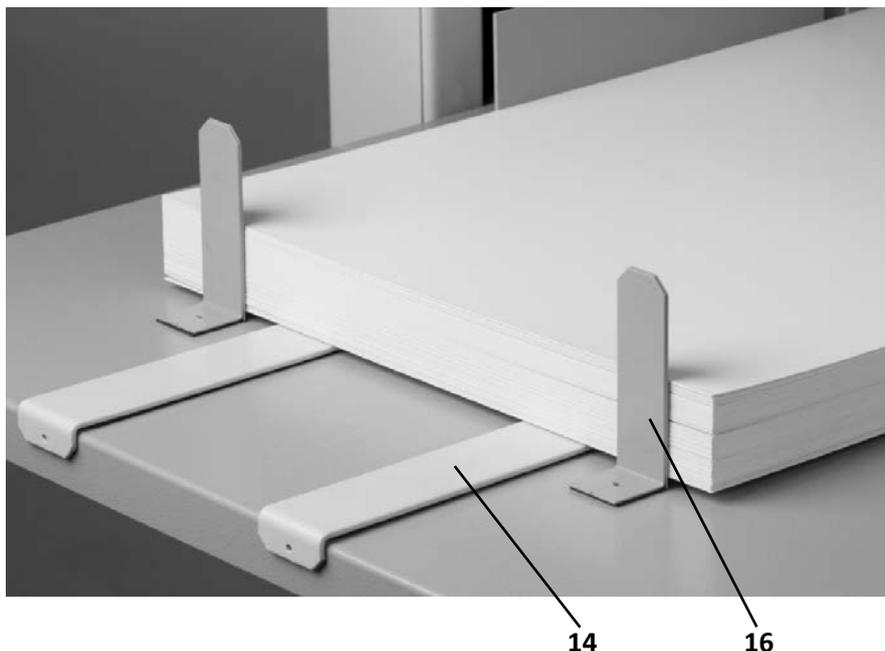

Fig. 8: Cinta niveladoras y topes delanteros
| 6 – guía lateral trasero | 16 – tope delantero (Fig. 8) |
Para el funcionamiento correcto de la alimentación es necesario colocar los topes delanteros en la bandeja de alimentación detrás del papel (16), véase (Fig. 8).